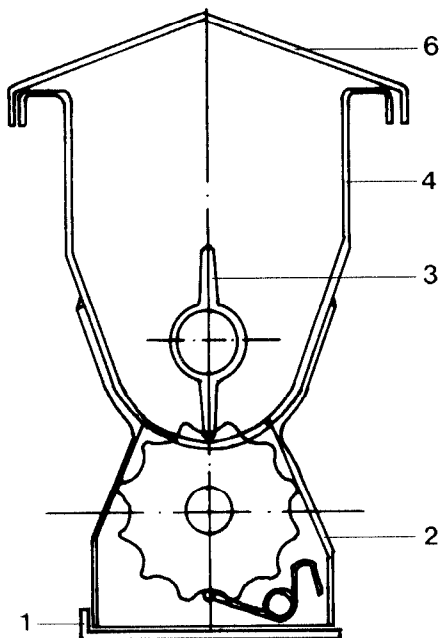

Fig. 46
- Det lille lag (fig. 46/1) under doseringskammeret (fig. 46/2) tages af. Hvis enkelte sajhul ikke skal benyttes, skal låget under doseringskammeret over de ikke benyttede sajhul forblive på.
- Bejdsemiddel fyldes i bejdseapparatet. Samtidig skal gummiroreakslen (fig. 46/3) i bejdsemiddelbeholderen (fig. 46/4) stå lodret. Dette opnås ved at dreje hjulet på den løftede samaskine. Bejdseapparatet lukkes igen med låget (fig. 46/6).
- Saskoddene (fig. 47/1) på sakassen (fig. 47/2) stilles i stilling „ $\frac{3}{4}$ “, også hvis satabellen siger stilling „åben“. Idet den kraftige omrøring (fig. 46/5) kan få korn til ukontrolleret at løbe oven over sajhulene.
For at kunne tomme bejdseudstyret, skal gummioreakslen (fig. 46/3) stilles lodret. Det komplette Bejdseudstyr, kan løsnes ved at dreje ringskruen, bejdseudstyret bliver dermed drejet nedad. Bejdsemiddelresterne falder så ind i dækslet (fig. 46/6) og kan let, efter aftagningen af dækslet, fjernes.
En insaningsprobe giver den største sikkerhed for anvendelsen af bejdsemidlet. Hertil skal sakassen være tom. Ved at dreje insaningshandsvinget, kan det kontrolleres om der kommer bejdsemiddel ud af doseringskamrerne. Dernæst lukkes doseringskammeret med det lille låg nederst (fig. 46/1).
Indsaningshandsvinget drejes nu med det samme antal omdrejninger som fundet ved insaningsproven for korn. Herved falder bejdsemidlet ned på de små låg (fig. 46/1) under doseringskammeret. Disse små låg (fig. 47/1) lukkes nu forsigtigt op, dette skal gøres forsigtigt, da der ikke må falde noget bejdsemiddel væk. Bejdsemidlet rystes fra de små låg ud på et stykke papir og vejes på en brevvægt.